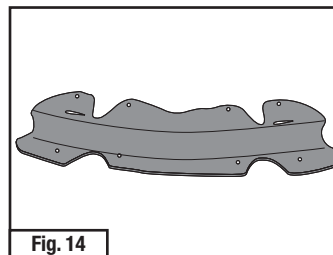
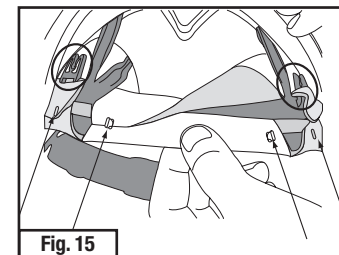

Fig. 14
Fig. 15
- Fije la almohadilla S-953 (Fig. 14) en el arnés como se muestra en la Fig. 15. Las dos ranuras largas van en el gancho de la almohadilla sobre los dos ganchos superiores largos, circudados en la Fig. 15. Use los ganchos más pequeños en el arnés para fijar bien la almohadilla como se muestra.